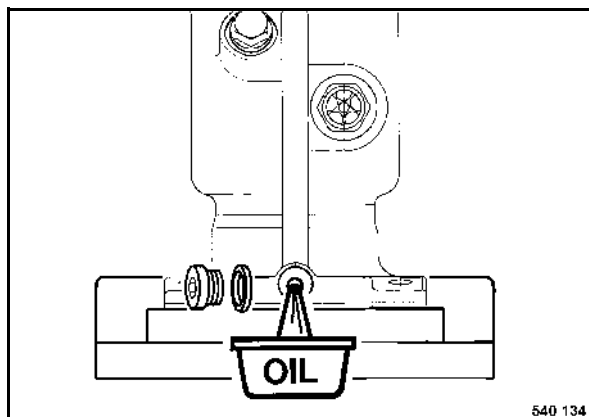

fig. 56
- Nettoyer puis dévisser le bouchon de vidange (fig. 56) et recueillir l'huile usée.